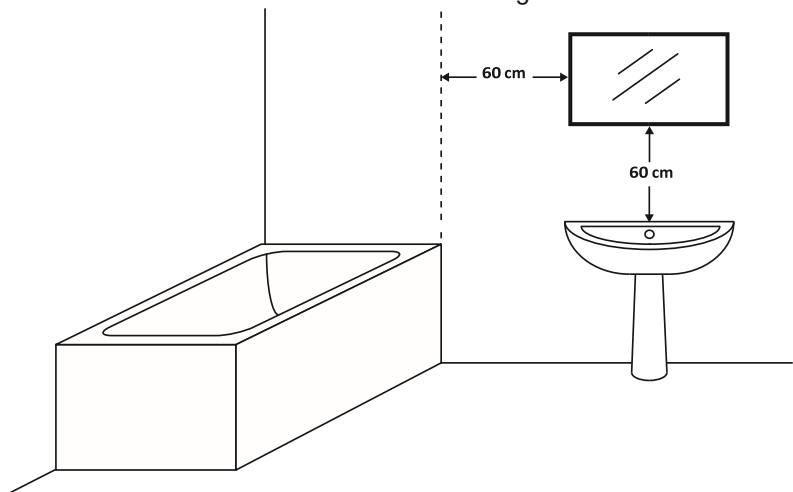

Abb.1 - Einzuhaltende Abstände zu Wasserquellen
- Montieren Sie das Gerät so, dass Netzkabel und Gerät nicht von Personen berührt werden können, die sich in der Badewanne oder unter der Dusche befinden (siehe Abb. 1).